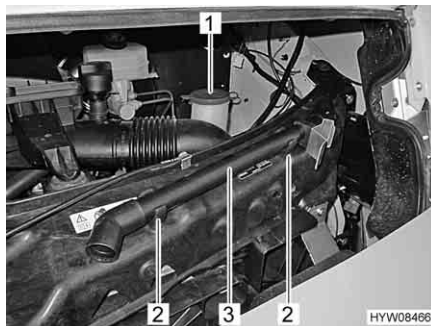
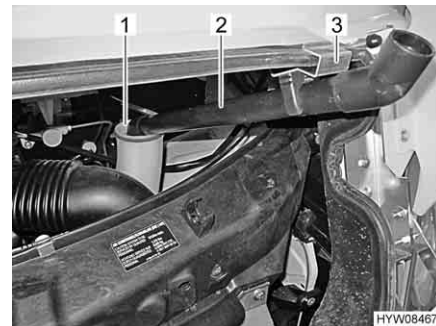

Fig. 33 Bocchettone di riempimento (contenitore dell'acqua di lavaggio)
Fig. 34 Bocchettone di riempimento con prolunga
- Rimuovere il coperchio (Fig. 33,1) del bocchettone di riempimento del contenitore dell'acqua di lavaggio.
- Tirare la prolunga (Fig. 33,3) verso l'alto per estrarla dai due supporti (Fig. 33,2).
- Infilare l'estremità sottile della prolunga (Fig. 34,2) nel bocchettone di riempimento (Fig. 34,1) e agganciarla con il supporto (Fig. 34,3) nella mascherina anteriore (Fig. 34).
- Rimuovere la prolunga (Fig. 34,2) e spingerla dall'alto fino ad inserirla nei due supporti (Fig. 33,2) (Fig. 33).
- Premere il coperchio (Fig. 33,1) sul bocchettone di riempimento del contenitore dell'acqua di lavaggio.